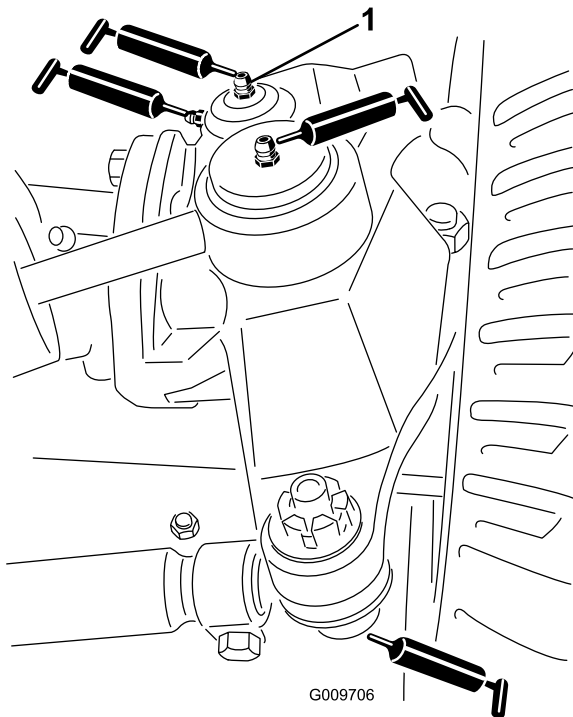

Figura 69
- Rótulas do cilindro de direção (2) (Figura 69)
- Rótulas esféricas da barra de ligação (2) (Figura 69)
- Buchas do pino principal (2) (Figura 69). **O bocal superior do pino principal apenas deverá ser lubrificado uma vez por ano (2 bombas).**